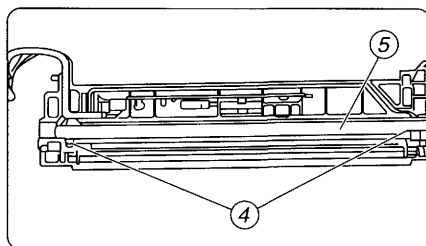

Рис. 16. Демонтаж лампы сканирования 5 с двух защелок 4
- снимите лампу сканирования 5 с двух защелок 4 (см. рис. 16).